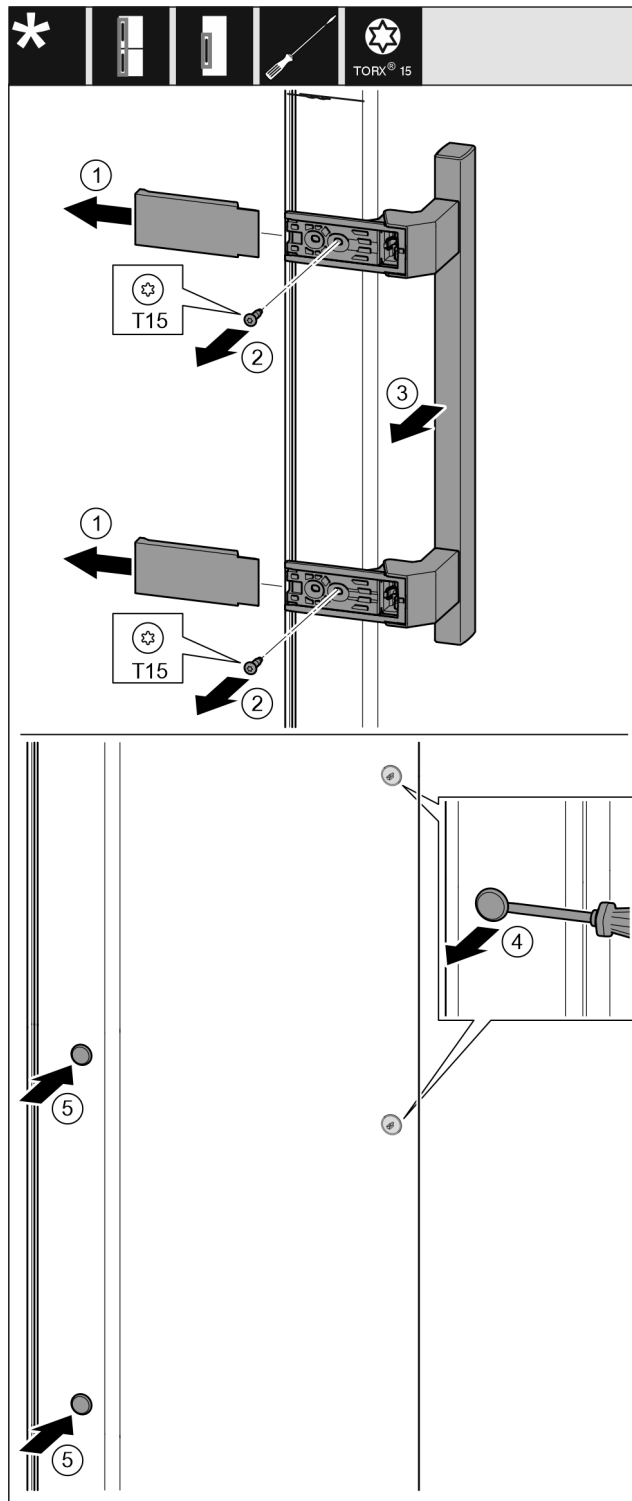

Fig. 17
- Снимите крышку. Fig. 17 (1)
- Выкрутите винты отверткой T15. Fig. 17 (2)
- Снимите ручку. Fig. 17 (3)
- Осторожно приподнимите шлицевой отверткой боковые заглушки и выньте их. Fig. 17 (4)
- Снова вставьте заглушки с другой стороны. Fig. 17 (5)